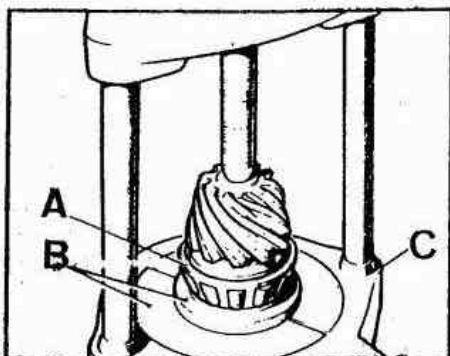

Fig. E-80 Montaje del cojinete de cabeza del piñón de ataque
3.2.5. Montar el cojinete, A (Fig. E-80) de la cabeza del piñón de ataque sobre el mismo, haciendo uso del útil, B (191653) y la prensa, C (191647).